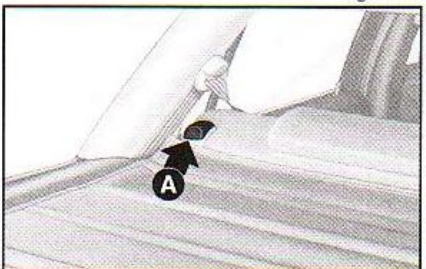

fig. 108
4) Soltar a trava do encosto atuando na alavanca lateral **A** - fig. 108;